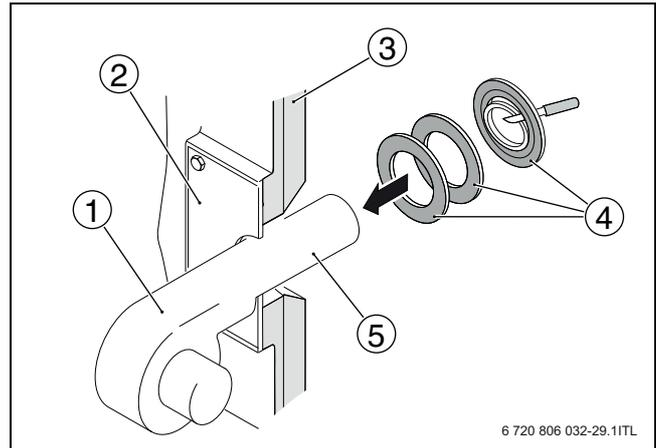

Рис. 19 Монтаж горелки
- ▶ Закрепите болтами горелку (→ рис. 19, [1]) на плите [2].